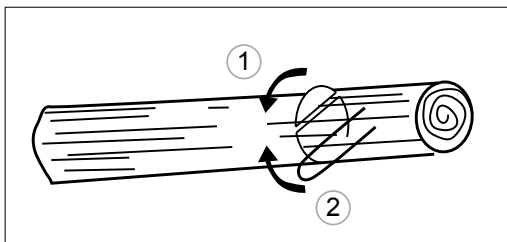

Рис. 22
3. В случае когда ствол находится на опорах с двух концов, сначала пропилите сверху на 1/3 диаметра ствола, чтобы избежать раскалывания. После этого закончите срез снизу так, чтобы он совпал с первым срезом, избегая заклинивания (рис. 22).